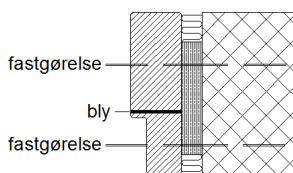
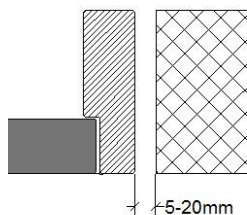

fig. 3
fig. 4
Karme med bly skal altid fastgøres til de tilstødende bygningsdele mindst 2 x 4 steder i hvert karmsidestykke, så karmen er fastgjort på begge sider af blyet (se fig. 3). Bemærk at strålingssikring ikke anvises i denne forskrift.
-skal fugerne mellem karmen og væggen have en bredde mellem 5 og 20 mm (fig. 4).
fig. 3 og fig. 4. Evt. montageplade 2 stk./ramme. Pladerne skal anvendes ved behov. Monter en plade på hver side i døråbningen midt for det nederste monteringshul i rammesiden.